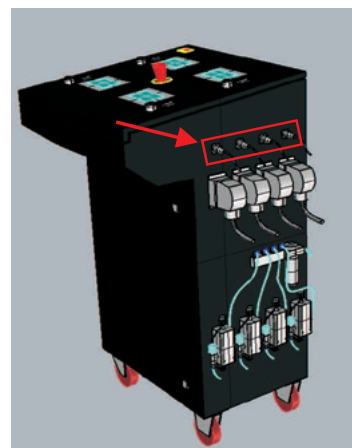

FIG. 1
4. Connecter le dispositif D-TC à la prise du panneau (FIG. 1). Le voyant vert sur l'icône D-TC signale que l'appareil est connecté (FIG. 5) ;